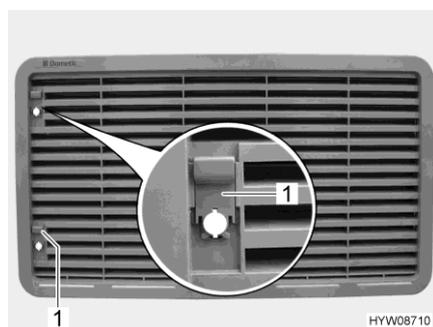

Fig. 132 Grille d'aération du réfrigérateur
- Pousser le curseur (Fig. 132,1) vers le haut.